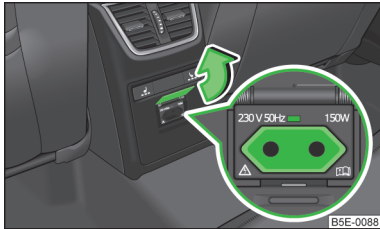

Abb. 75
- Die Abdeckung der Steckdose in Pfeilrichtung aufklappen » **Abb. 75.**